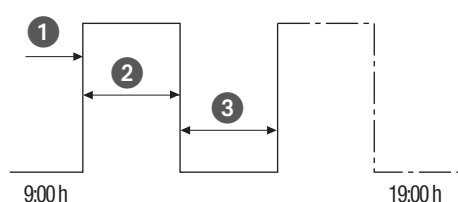

Fig. 33: Conexión por ciclo
- (Fig. 33/1) Hora de inicio
- (Fig. 33/2) Duración ON = conexión ON
- (Fig. 33/3) Duración OFF = conexión OFF